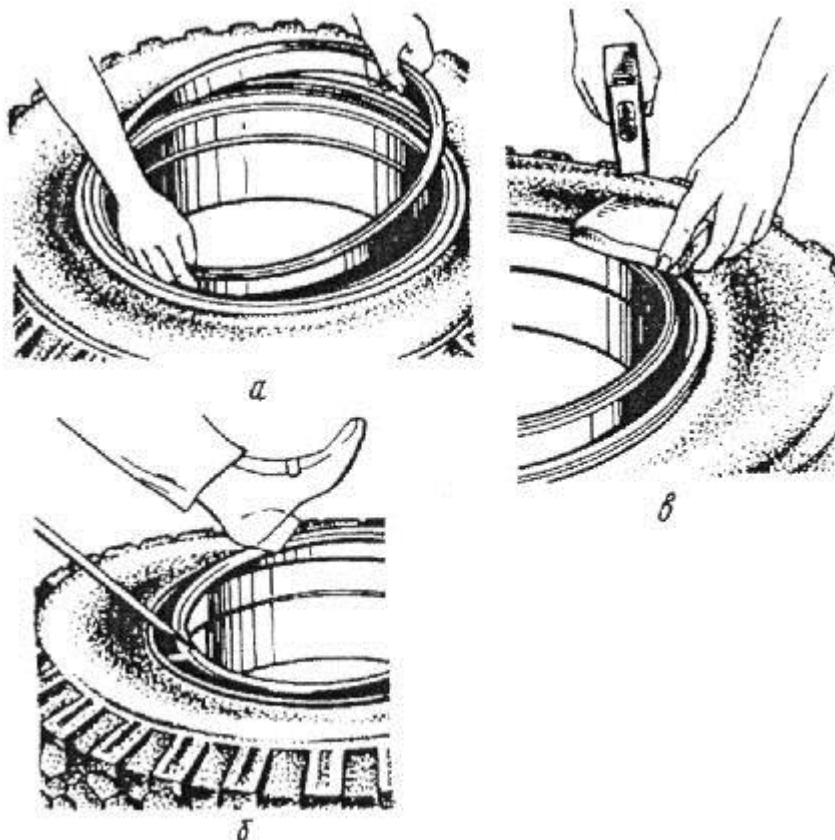

Рисунок 35. Порядок монтажа шин
4. Надеть на обод бортовое кольцо и вставить замочное кольцо средней частью относительно разреза в замочную канавку (рисунок 35 а).
5. Осадить замочное кольцо в канавку на ободе. При этом следить, чтобы второй конец не входил одновременно в канавку на ободе (рисунок 35 б, 35 в).